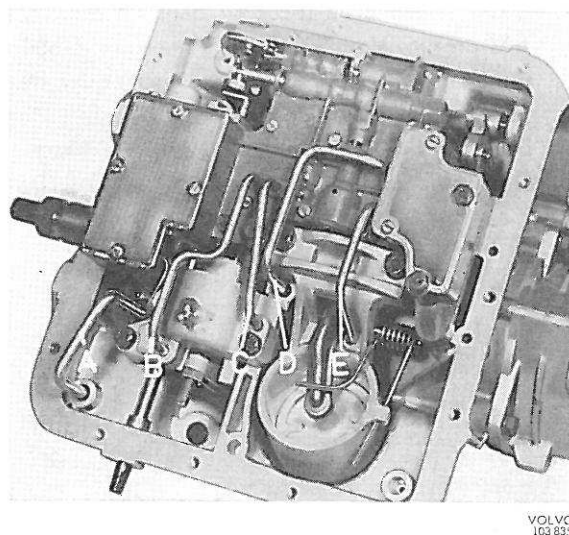

Figure 38. Conduits d'huile
3. Enlever les vis du carter d'huile et déposer ce dernier. Récupérer l'aimant. Ecarter avec précautions les conduits d'huile, figure 38.